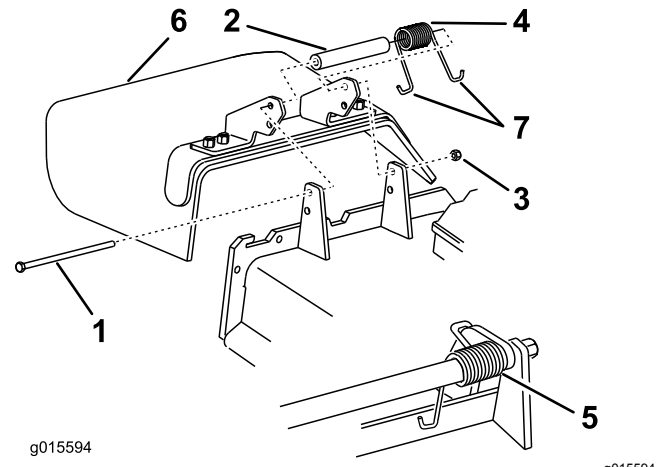

Figure 98
1. Retirez le contre-écrou, le boulon, le ressort et l'entretoise qui fixent le déflecteur aux supports de pivot (Figure 98).
Remarque: Prenez soin de placer une extrémité en J du ressort derrière le bord du tablier avant de mettre le boulon en place, comme montré à la Figure 98.
5. Accrochez une extrémité en J du ressort au déflecteur d'herbe (Figure 98).